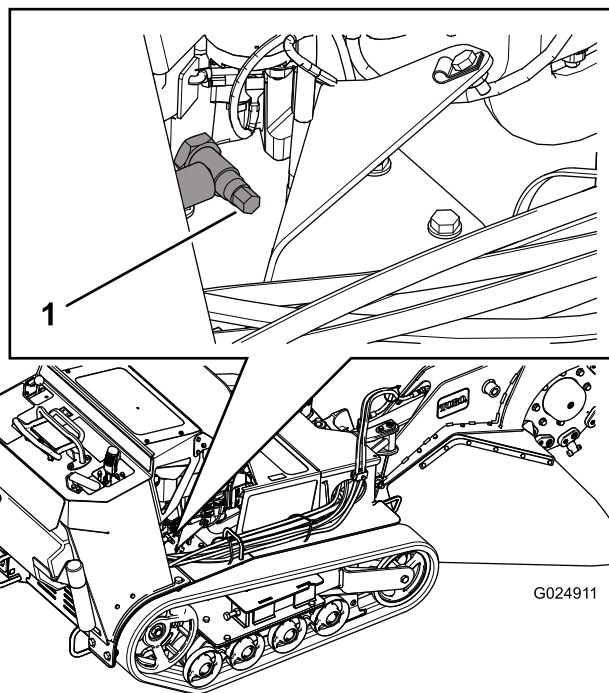
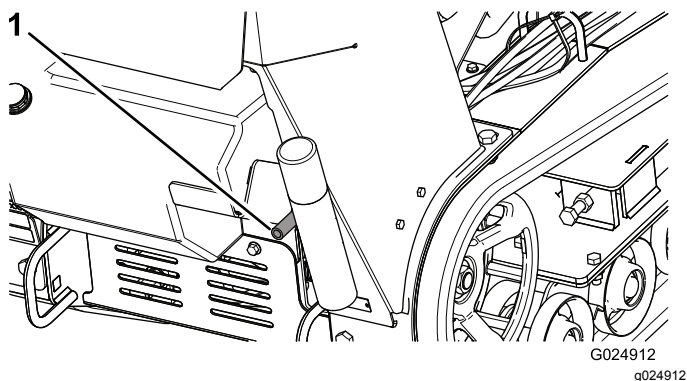

Figure 33
Figure 34
5. Placez un bac sous le flexible de vidange. Tournez le robinet de vidange pour permettre à l'huile de s'écouler (Figure 33 et Figure 34).